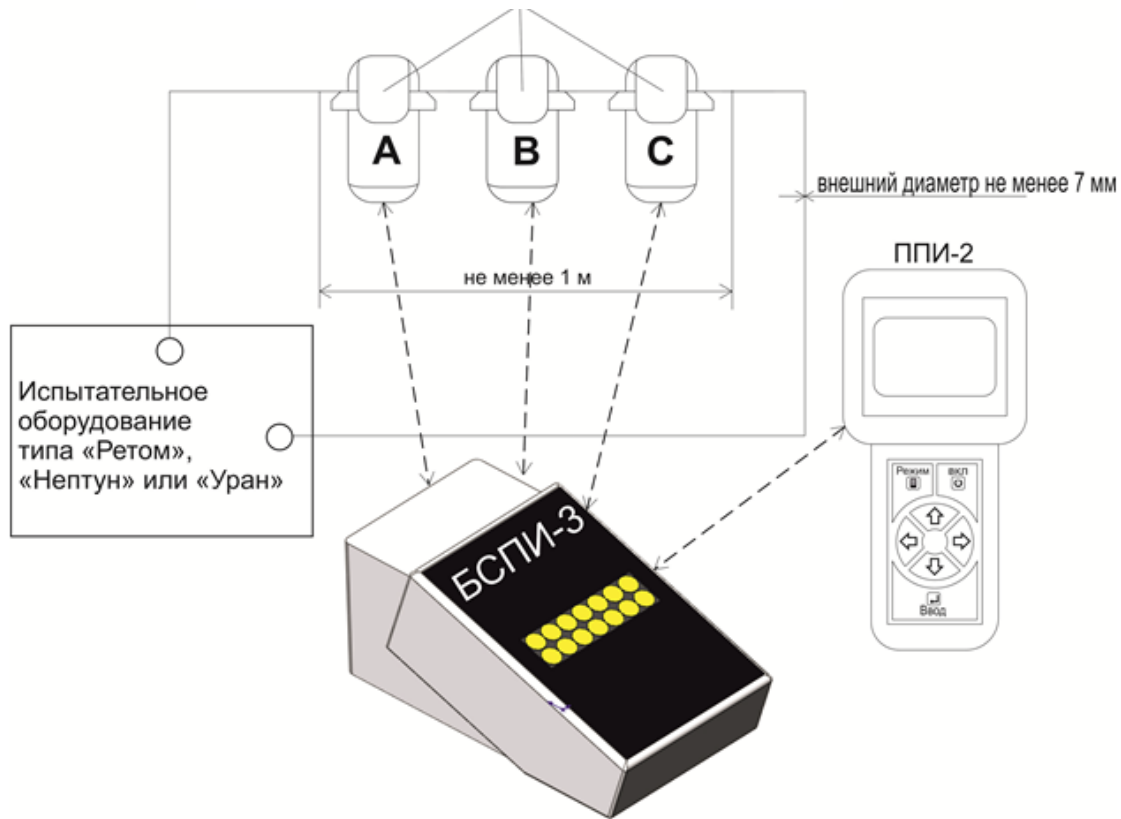

Рисунок 3.1 – Примерная схема подключения ИКЗ-В33-МР3 к испытательному оборудованию типа «Ретом», «Нептун», «Уран» или аналогичному.
- расположить комплект индикаторов ИКЗ-В33-МРЗ на одном проводе длиной не менее 1 м и внешним диаметром провода не менее 7 мм (Рисунок 3.1).